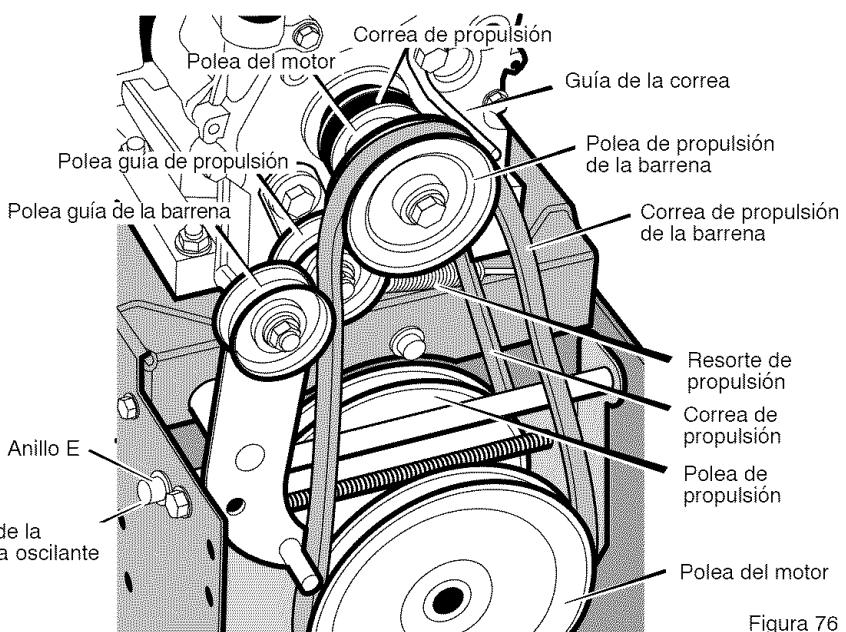

Figura 76
3. Afloje la tuerca de la polea guía de la barrena y mueva esta última hacia la correa un octavo de pulgada aproximadamente (3 mm) (Figura 76).
- Afloje la **guía de la correa**. Separe la **guía de la polea de propulsión de la barrena** (Figura 76).
la **correa del propelador de la barrena** por una correa de repuesto original de fábrica disponible en un centro de servicio autorizado (Figura 76).
3. Quite el **anillo E** de uno de los extremos del **eje de la placa oscilante**. Quite este **eje** para que la placa oscilante gire hacia adelante (Figura 76).